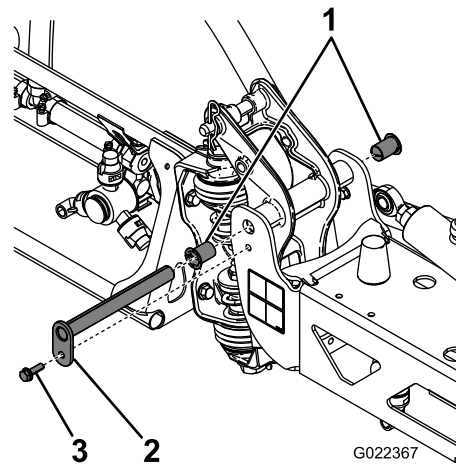

Figure 60
3. Lorsque le poids de la rampe est soutenu, retirez le boulon et l'écrou qui fixent l'axe de pivot à la rampe (Figure 60).
4. Retirez le boulon et l'écrou qui fixent l'axe de pivot, et déposez celui-ci (Figure 60).
- Déposez et examinez les bagues en nylon à l'avant et à l'arrière du support de pivot (**Figure 60**).
- Appliquez une petite quantité d'huile sur les bagues en nylon et montez-les sur le support de pivot (**Figure 60**).
- Montez la rampe et support de pivot dans le cadre central en alignant les trous (**Figure 60**).